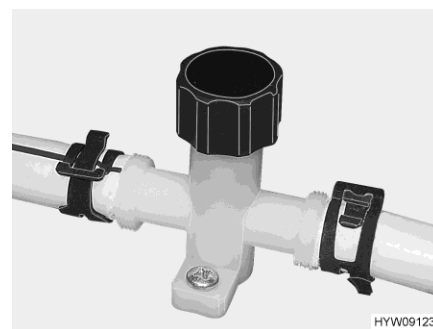
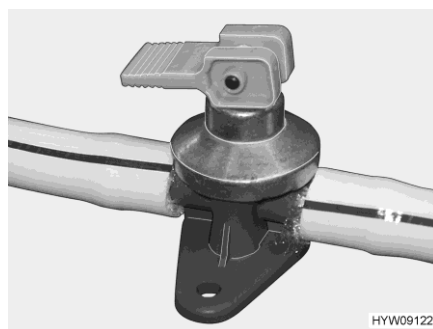

Fig. 191 Rubinetto di scarico (tubatura dell'acqua)
Fig. 192 Rubinetto di scarico (boiler Alde)
- Chiudere i rubinetti di scarico (Fig. 192 e Fig. 191). Chiudere i coperchi in senso orario oppure posizionare la leva a bilanciere in posizione orizzontale. L'ubicazione delle valvole di sicurezza/di scarico e dei rubinetti di scarico è riportata al paragrafo 10.7, alla fine di questo capitolo.